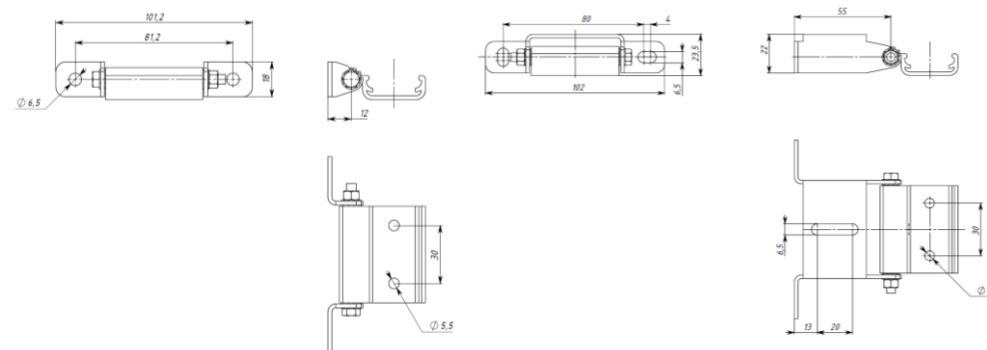

Рис. 7
- кронштейн (K12 (рис.7) / K55 (рис.8) / K130 (рис.9); «для светильников длиной 500 и 1000 мм - 1 комплект в кол-ве 2 шт., длиной 1500 мм - 1 комплект в кол-ве 3 шт.»);